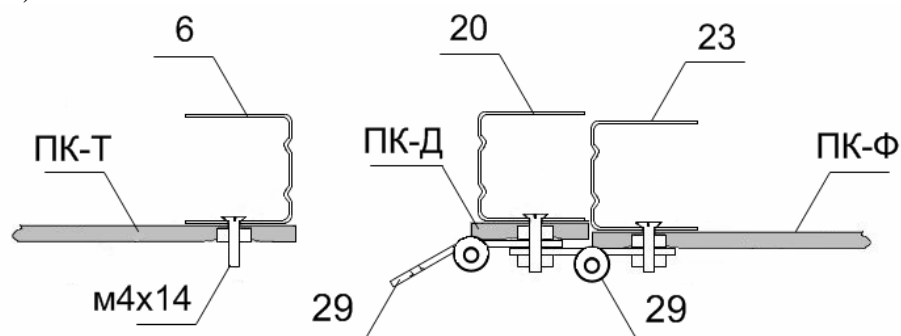

Рис. 10
- 3.6.8. В местах крепления петель на стойке дверного проёма №6 в поликарбонате сделайте отверстия. С внутренней стороны профиля установите винты м4х14 и затяните гайками со стороны покрытия торца, чтобы гайка утонула в поликарбонате (рис. 10).
- 3.6.11. Отсоедините дверь от торца и произведите крепление покрытия к двери. Закрепите винты м4х14 для крепления петель (рис. 10).
- 3.6.13. Закрепите винты м4х14 для крепления петель. На выступающих винтах м4х14 закрепите петли (рис. 10), установите форточку в дверь, а дверь в дверной проём на торец.